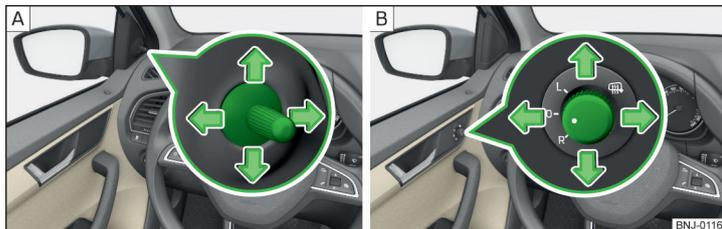

Fig. 53 Operación del retrovisor: mecánico/eléctrico
► Para el **ajuste** del área del espejo mover el botón giratorio en el sentido de las flechas » fig. 53.
El botón giratorio para el espejo ajustable eléctricamente se puede mover en las posiciones siguientes » fig. 53 - [B].